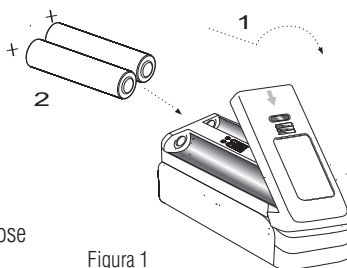

Figura 1
3. Vuelva a colocar la tapa de la batería invirtiendo el paso 1. (Figura 1)